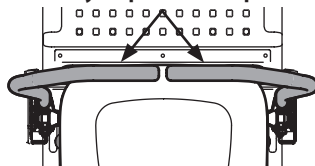

Figura 20
6. Coloque las palancas de control de transmisión de la barra de rodamiento completamente hacia adentro y en posición neutral. Desenganche el freno de mano cuando esté listo para mover el tractor (Figura 20).
2. Mueva las palancas de control de la transmisión del lado derecho y del lado izquierdo (Figura 20) y libere el freno de mano.